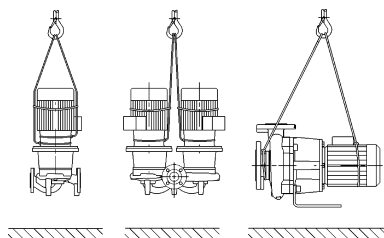

Fig. 7: Transport van de pomp
- De transportogen aan de motor zijn daarbij alleen bestemd voor de geleiding bij het optillen van de last (Fig. 7).